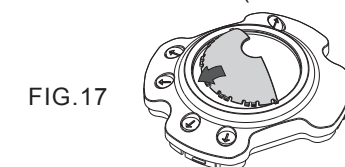

FIG. 17
- 4.3.3 Fixation de la fenêtre de protection pour lentille : Il y a une fente tout autour de la lentille. Insérez la fenêtre de protection dans la fente (Voir la FIG. 17).